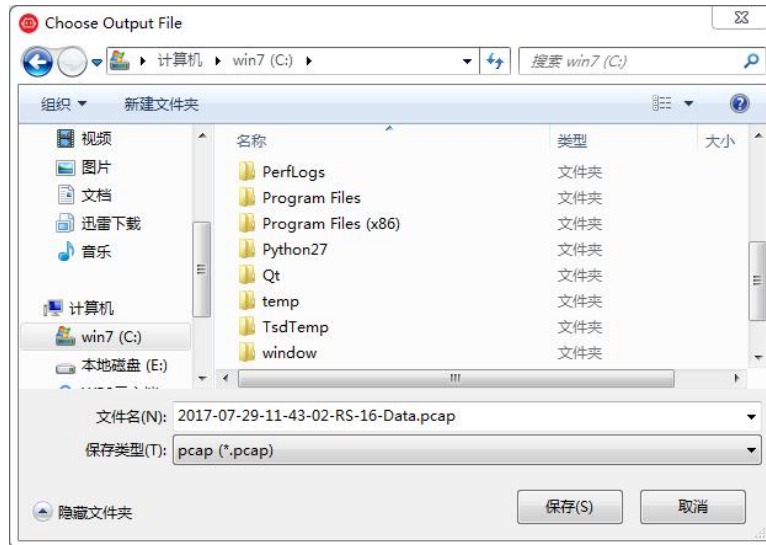

图 C-5 RSView 保存对话框
2. 在弹出的 **Choose Output File** 对话框中，选择需要保存的路径和保存的文件名后，点击“保存 (S)”按钮(图 C-5)。RSView 将开始将数据包文件写入目标 pcap 文件中。(注意：RS-LiDAR-16 将会产生大量的数据，随着记录时间变长，目标 pcap 文件将会变大。因此最好将记录文件保存到 HDD 或者 SSD 中，而不是保存到较慢的 USB 设备或者用网络保存)。